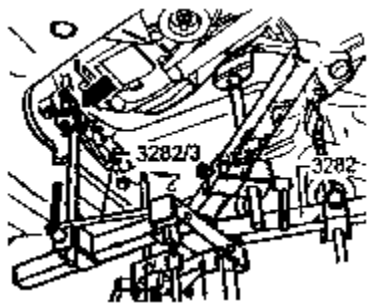

图 7-53 变速箱托架的安装
- 19) 把带变速箱托架 3282 的千斤顶 V.A.G1383A 移动至变速箱的下面并且支撑好变速箱。如图 7-53 所示。